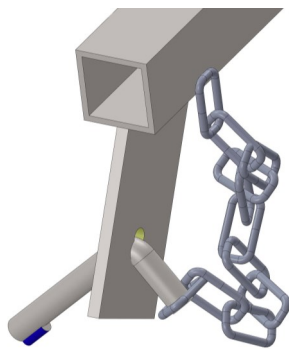

fig. 7
- Installare il montante agganciandolo sulla staffa ed inserire nell'apposito foro la spina anti sfilamento di sicurezza in dotazione (figg. 5-6-7 a pag. 9) con l'accortezza di farla ruotare in posizione di sicurezza (fig. 7 a pag. 9);
- Le tavole (fig. 7) o i profili utilizzati devono essere integri sotto l'aspetto della resistenza e la loro lunghezza minima deve essere superiore di almeno 400 mm a due campate. (esempio: 1600 mm + 1600 mm + 200 mm + 200 mm = 3600 mm)